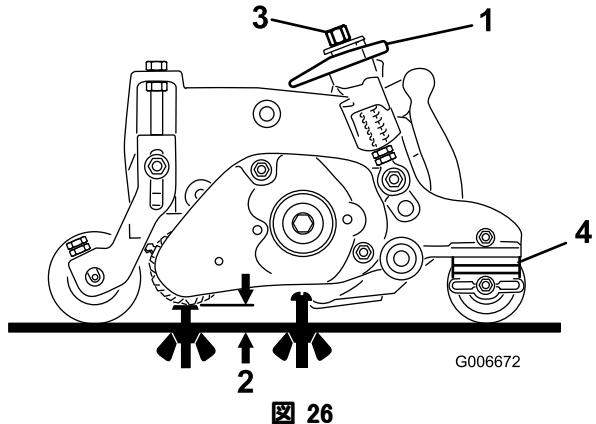

図 26
1. グルーマが、希望グルーミング高さに間違なく調整されていることを確認する。図 26を参照。